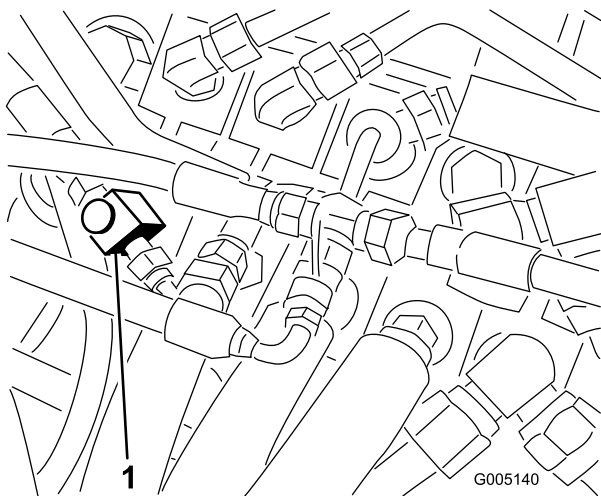

Figura 46
1. Levante el asiento y localice la válvula de control de flujo montada en la válvula principal de control (Figura 46).